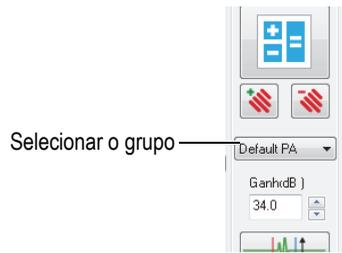

Figura 4-15 Selecionar o grupo UT no painel de instrumentos
5. No Painel, selecione o grupo recém-criado (Figura 4-15 na página 116).